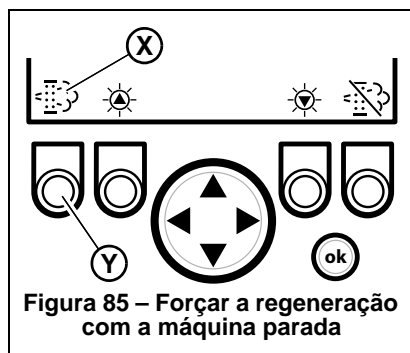

Figura 85 – Forçar a regeneração com a máquina parada
Prima o botão (Y, Figura 85) associado com o símbolo de regeneração do DPF (X) até o ecrã de regeneração ser exibido. Ver “Regeneração com a máquina parada” na página 120 para realizar a regeneração com a máquina parada.